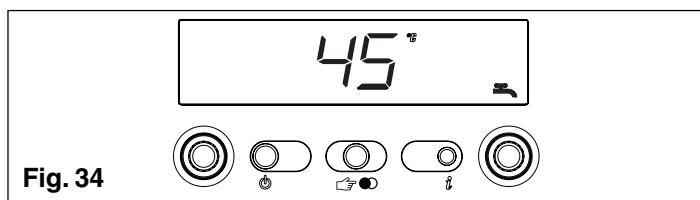

Fig. 34
**Info 4** viser indstillet brugsvandstemperatur (kun når varmtvandsbeholder med NTC-føler fig. 34).